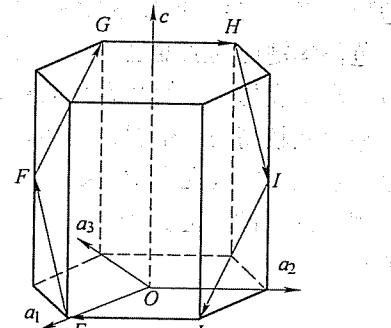

图 26-2 第一题第 2 小题图
2. (10 分) 写出图 26-2 所示六方晶胞中 $EFCHIJE$ 晶面、 EF 晶向、 FG 晶向、 GH 晶向、 JE 晶向的密勒-布拉菲指数。